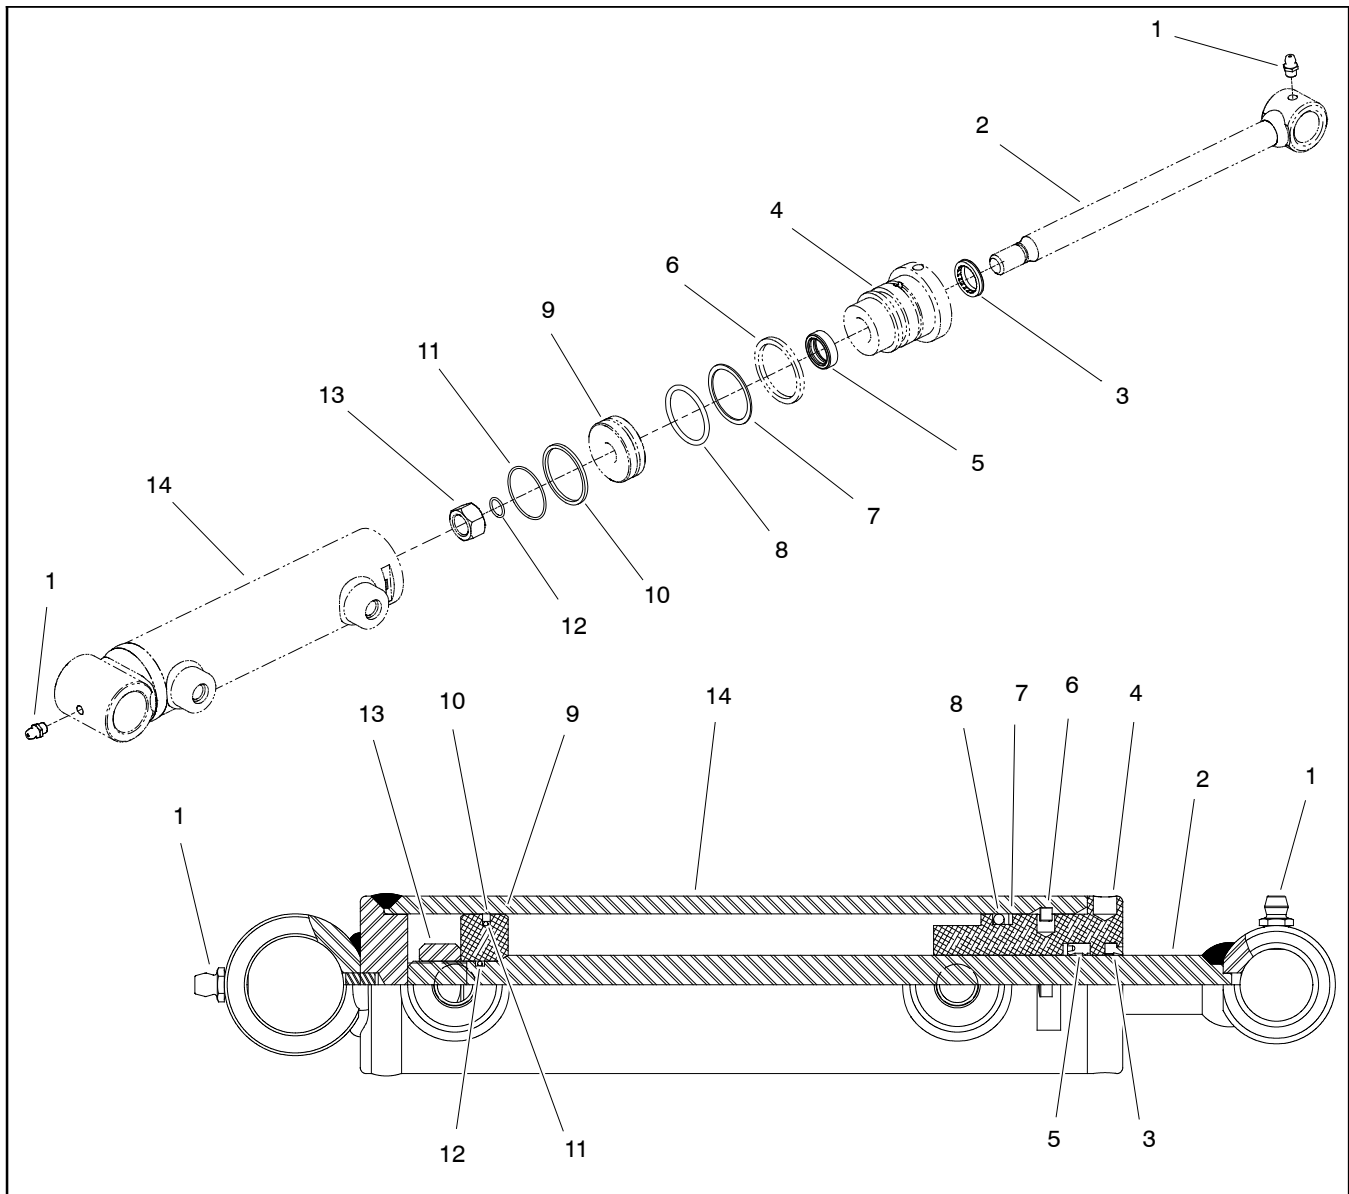

Figure 95
### Disassembly (Fig. 95)
**Assembly (Fig. 95)**